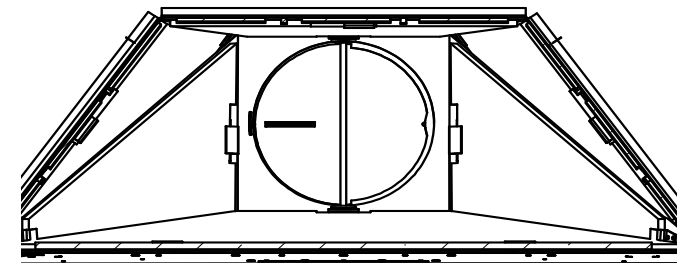

FIG.3
- E. Centrez et appliquez le joint d'étanchéité sur le bord de la vitre. Assurez-vous que le joint d'étanchéité forme une boucle continue autour du périmètre de la vitre de remplacement. **(FIG.3)**
- D. Glissez le panneau supérieur dans la chambre de combustion et installez les 4 supports retirés à l'étape C. (FIG.3)
- F. Glissez les panneaux latéraux puis le panneau arrière dans la chambre de combustion et installez les supports. (FIG.3)